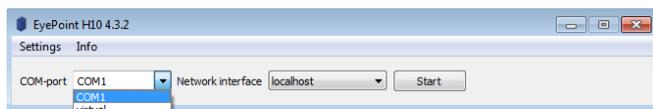

Рисунок 3. Выбор порта H10.
2. В появившемся окне из выпадающего списка "COM-port" выберите нужный COM-порт (Рисунок 3).